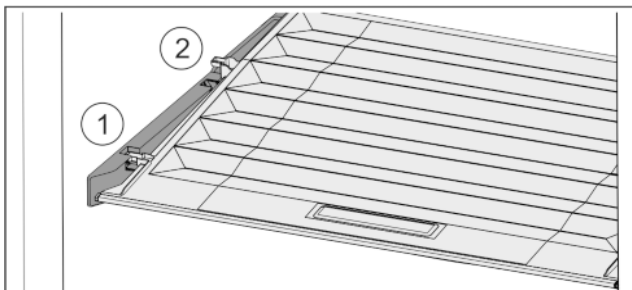

Fig. 30
- ▶ Издърпайте напред Fig. 30 (1) капака до отвора в задържащите части.
- ▶ Повдигнете го отзад отдолу и отстранете Fig. 30 (2) нагоре.